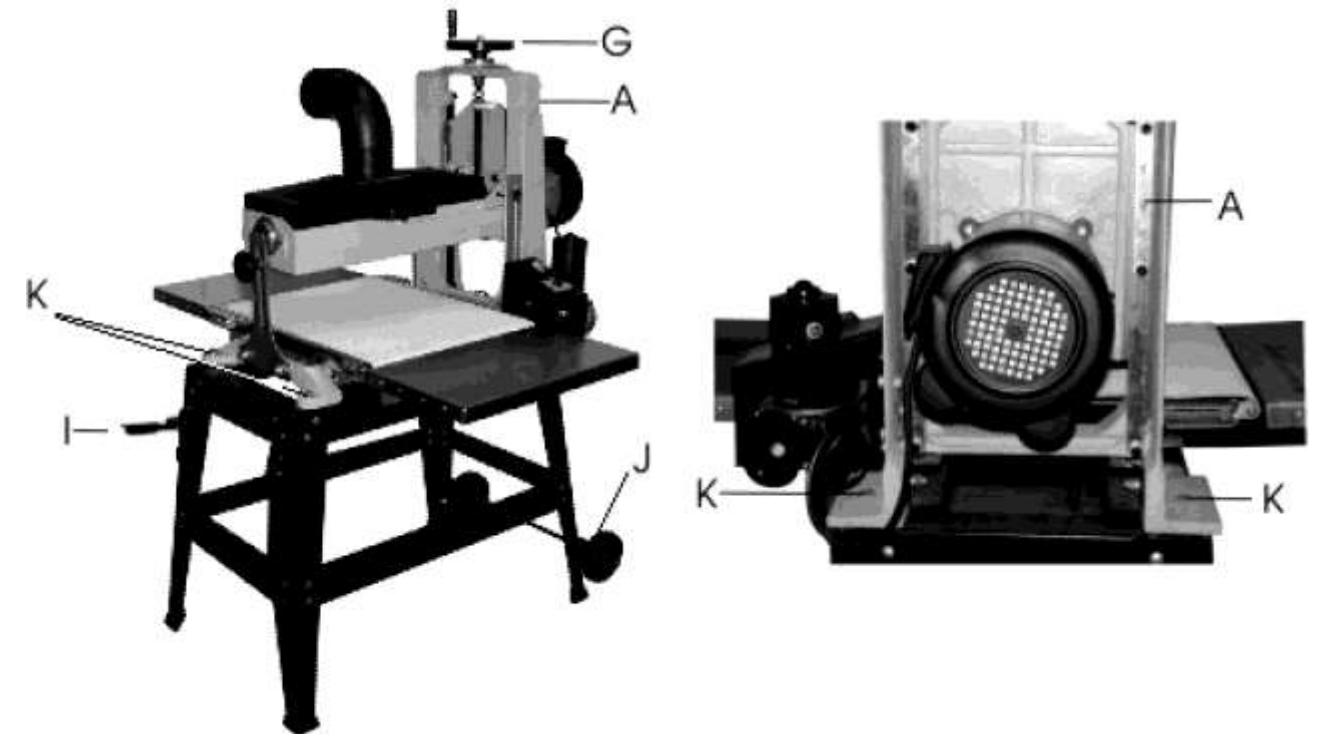

Рис.3.
7.2. Крепление машины к основанию (Рис.3)
7.3. Установка маховика (Рис.3)
7.4. Роликовые опоры и ручки для перемещения машины (Рис.3)